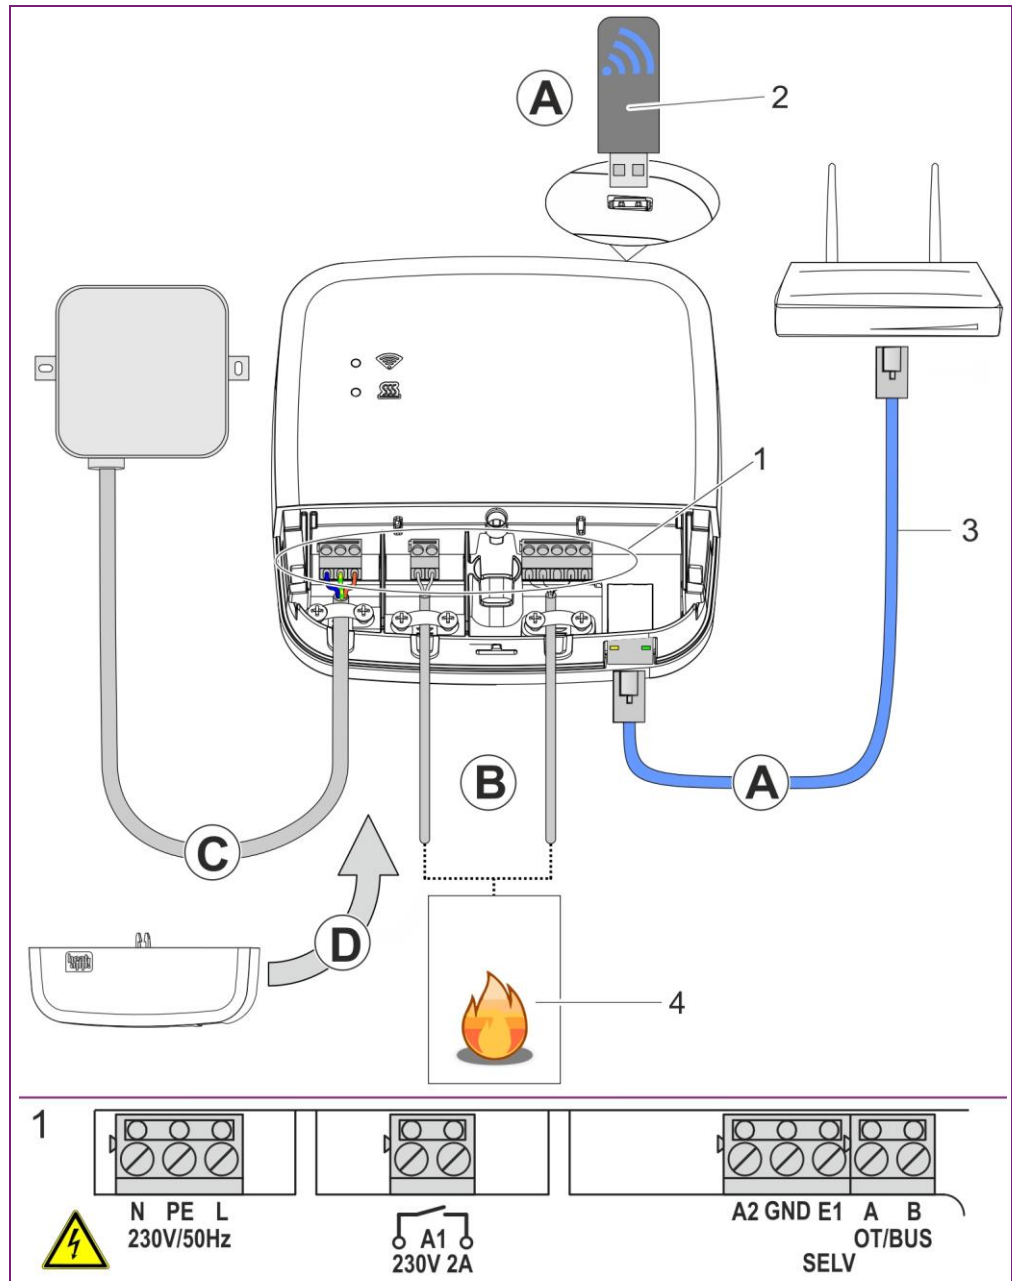

Abb. 4: Anschluss **heatapp! base**
- B Schließen Sie den Wärmeerzeuger (Abb. 4, Pos. 4, optional) gemäß der Klemmenbelegung am **heatapp! base** an.